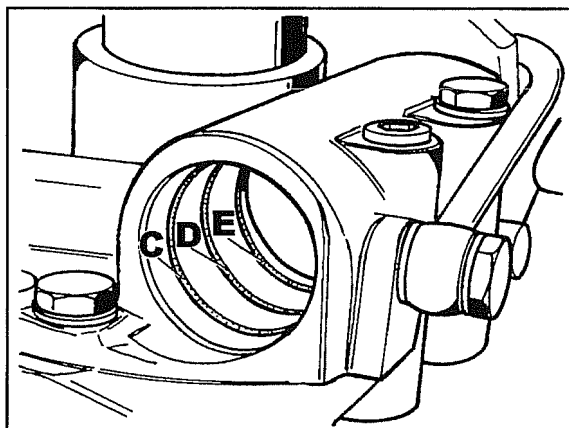

Fig. 81
- Prima del montaggio dei nuovi anelli **C-D-E** (fig. 81) verificare che le sedi del cilindro siano esenti da bave che possono rovinare gli anelli nella fase di montaggio o da rigature che possono causare perdite di olio.